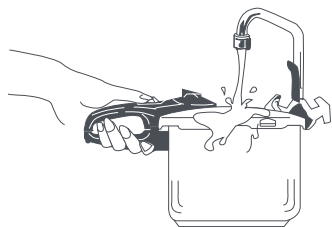

Fig. 14
Este método é utilizado quando é necessário libertar pressão o mais rapidamente possível, principalmente na preparação de vegetais, mariscos ou outros alimentos delicados que facilmente cozinham demasiado. Para isso, leve a panela para a banca e deixe correr a água fria da torneira em cima da tampa (1), até o vapor desaparecer e o sensor de pressão (2) descer. Depois já pode abrir a panela em segurança. Ao colocar a panela na banca, incline-a para que a água fria caia pelas laterais da panela, afastando-a da pega da tampa (5) e dos sistemas de segurança (Fig. 14).